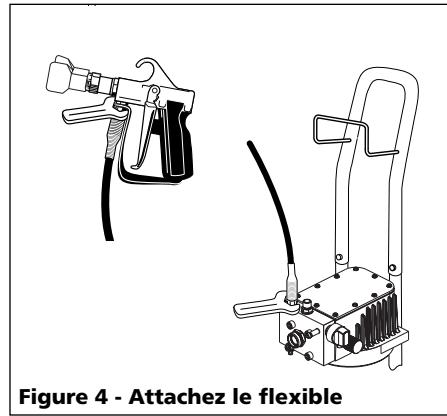

Figure 4 - Attachez le flexible
5. Attachez le flexible haute pression à la pompe et au pistolet à peinture en utilisant une clé de 11/16 po (Voir la Figure 4). N'attachez pas l'assemblage d'aspiration en ce moment.